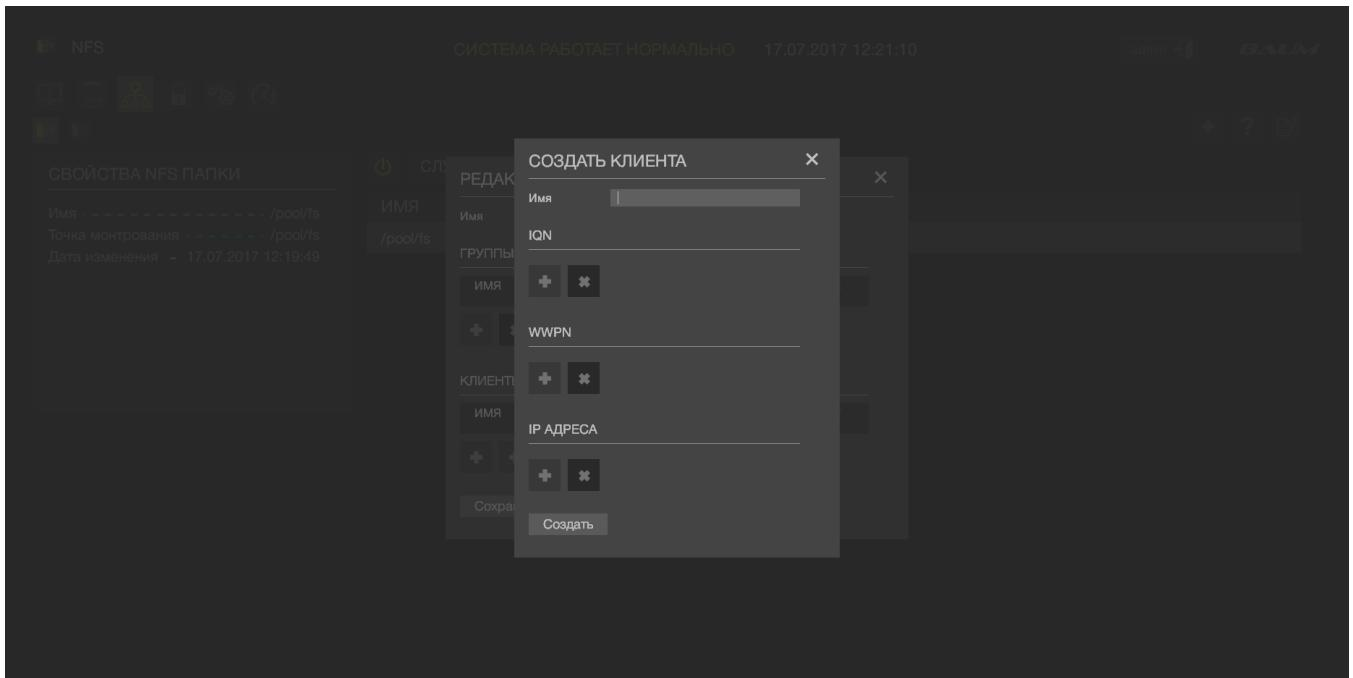

Рисунок 48 – Создание NFS клиента
- 13) В подменю «IP» нажать на кнопку «Добавить» (см. Рисунок 48)